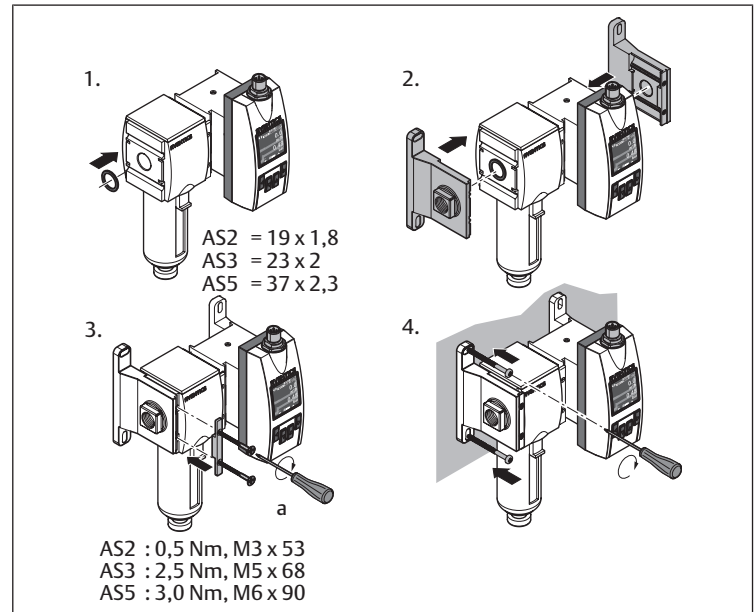

Abb. 7: Montage mit Verblockungssatz | W05
- Montage mit Verblockungssatz (ohne Wartungseinheit): siehe → Abb. 7.